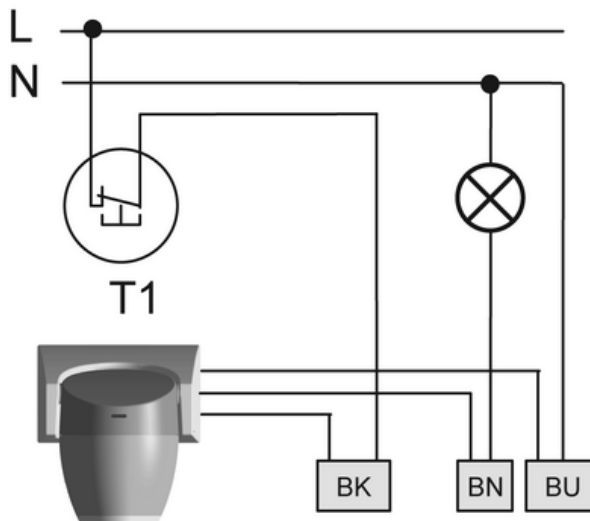

Figure 17: Schéma de raccordement du détecteur de mouvement
- Raccorder le détecteur de mouvement et la touche d'installation T1, contact normalement fermé, en option destinée à la sélection des modes de fonctionnement selon le schéma de raccordement (figure 17).